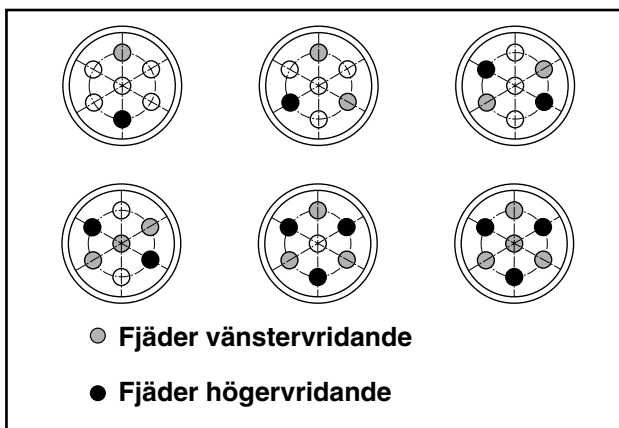

Bild 9 Anordning av fjädrarna vid drivning med fjäderåterställning
- Lossa då skruvarna (18) korsvis och parvis med lika och små steg, för att långsamt avspänna fjädrarna. Ändra sen fjäderbestyckningen så som bild 9 visar och dra sen fast locket (2) i omvänd ordning.